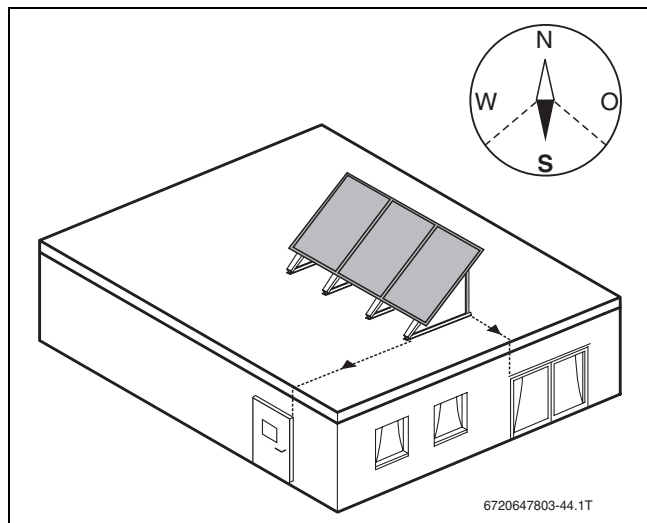

Fig. 10
- orientare il campo collettori il più possibile verso sud (→ fig. 10).
- allineare il campo collettori in modo tale che sia in corrispondenza di finestre, porte ecc. (→ fig. 10).